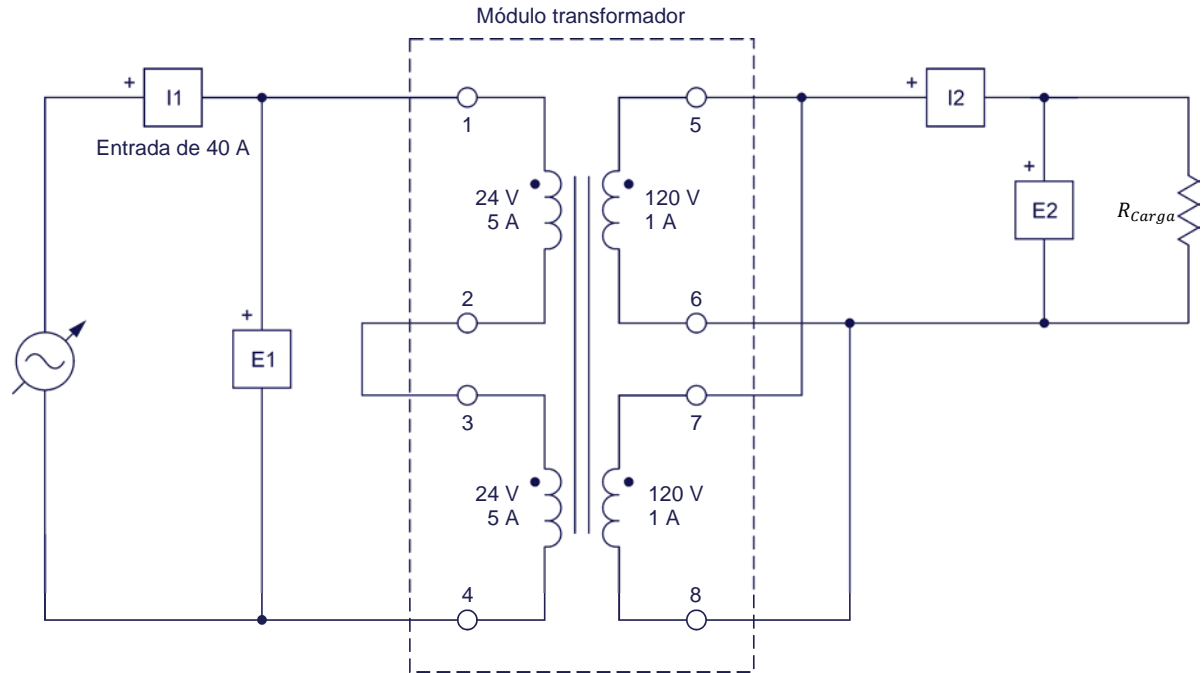

Figura 31. Transformador elevador conectado a una carga resistiva.
31. Conecte el equipo como se muestra en la figura 31.